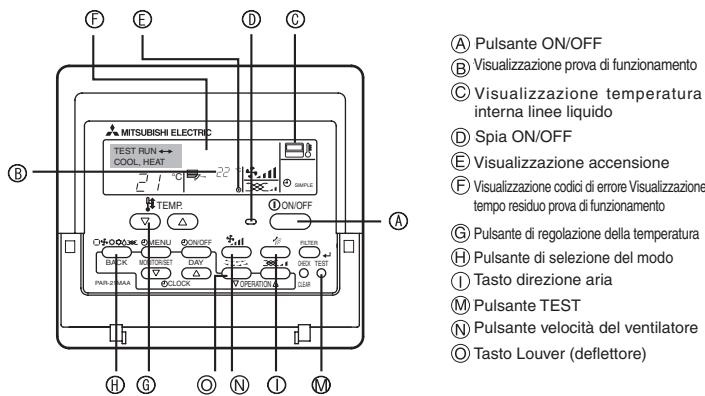

Fig. 7-1
7.2.1. Uso del comando a distanza con filo (Fig. 7-1)